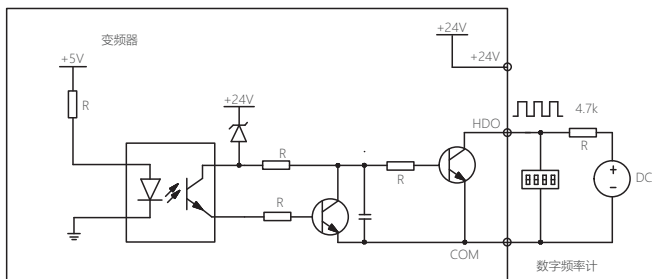

图4-4-4 输出端子HDO连接方式2
(2) HDO用作数字脉冲频率输出，也可使用外部电源，接线方式如图4-4-4所示。